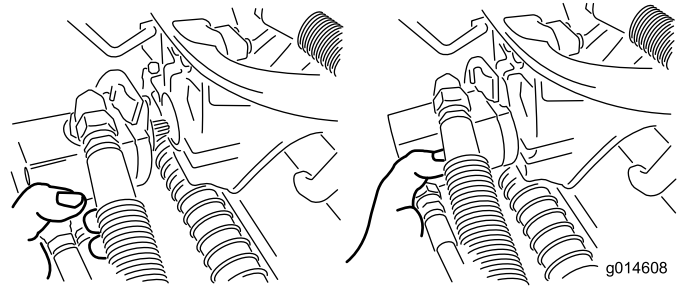

図 56
3. 外したモータは、サスペンションアームの前方にある一時保管位置にセットしておく(図 56)。